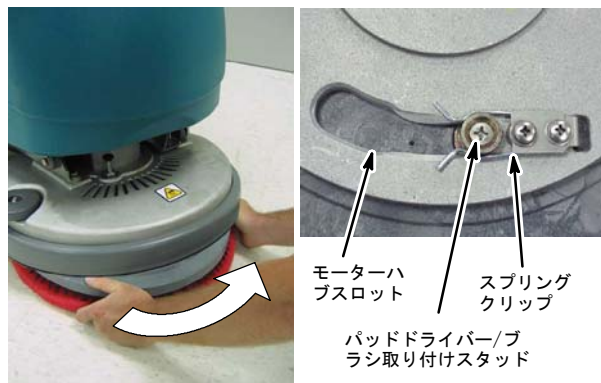

図 11
5. パッドドライバー/ブラシ取り付けスタッドとモーターハブスロットの位置を合わせ、パッドドライバー/ブラシをすばやく左に回し、スプリングクリップにかみ合わせてください(図 11)。